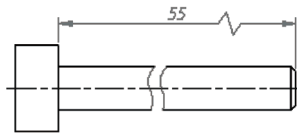

图 5-65 完成折弯标注
- 3) 在尺寸线上指定一点以放置折弯。若在提示指定折弯位置时直接按〈Enter〉键，则将折弯放在标注文字和第一条尺寸界线之间的中点处，或基于标注文字位置的尺寸线的中点处。例如，在该操作实例中，按〈Enter〉键，得到的折弯标注如图 5-65 所示。